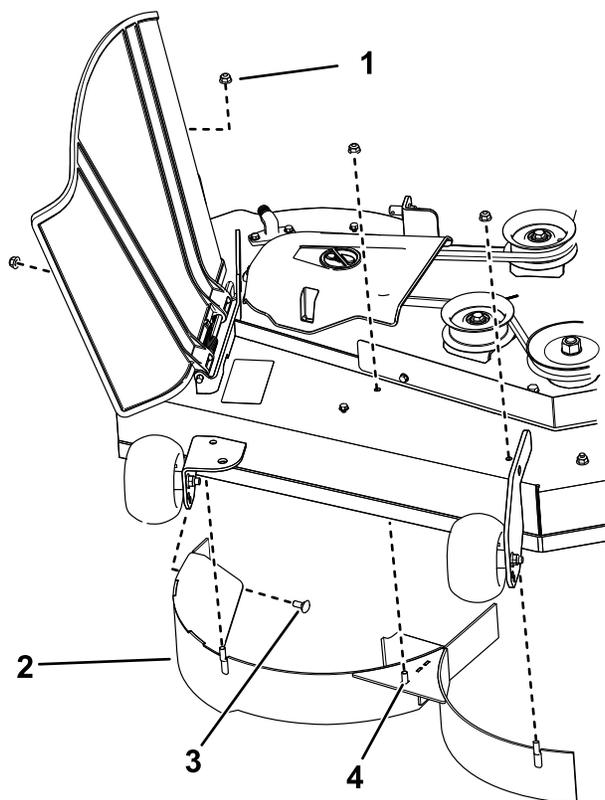

Рисунок 13
4. Отверните 3 контргайки (5/16 дюйма) с приваренных стержней на правом дефлекторе (Рисунок 13).
- Отверните 2 каретных болта с 2 контргайками, которые крепят правый дефлектор к деке, и снимите дефлектор (Рисунок 13).
- Найдите 3 болта в наборе отдельных деталей и используйте имеющиеся контргайки, чтобы установить эти крепежные детали в отверстия, используемые для приваренных стержней (Рисунок 13), для предотвращения выброса мусора.